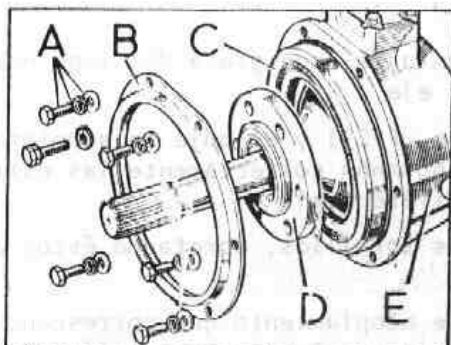
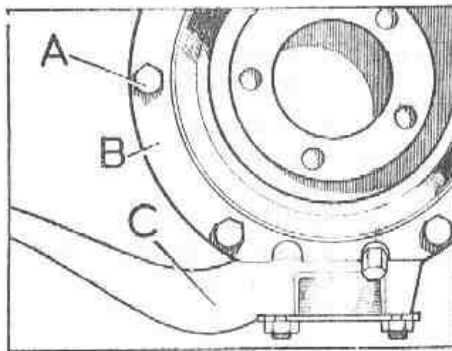

Fig. F-30 Retén de aceite para el cárter del pivote
Fig. F-31 Posición del tornillo de ajuste del tope de dirección
- 1.5. Extraer el aro, B (Fig. F-30) de retenida del retén, C, del cárter del pivote.
- 2.1. Cubrir el retén, C (Fig. F-30) del cárter del pivote con grasa tensa, e instalarlo con su aro de retenida, B, situando el tornillo de ajuste, A (Fig. F-31) en el agujero que ocupa la posición más adelantado.